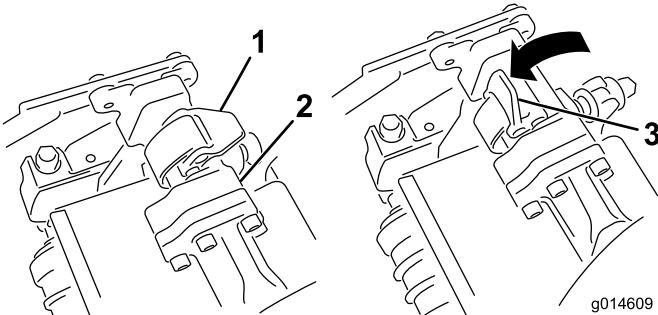

**Figure 10**
3. Si le plateau de coupe central est monté, relevez le repose-pieds pour accéder à la position du plateau de coupe central (Figure 10).